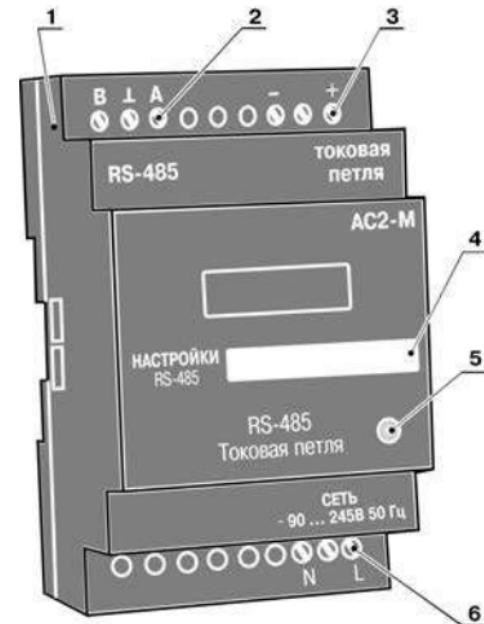

Рисунок 4.1
4.4. Светодиод 5 (см. рисунок 4.1) работает следующим образом: